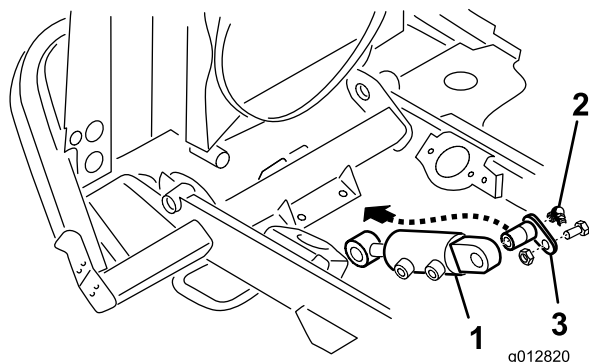

Рисунок 11
6. Установите неподвижный конец гидроцилиндра на нижнюю часть кронштейна поперечины рамы при помощи шарнирного стержня (Рисунок 11).
7. Вверните масленку для консистентной смазки в наконечник оси поворота (Рисунок 11).